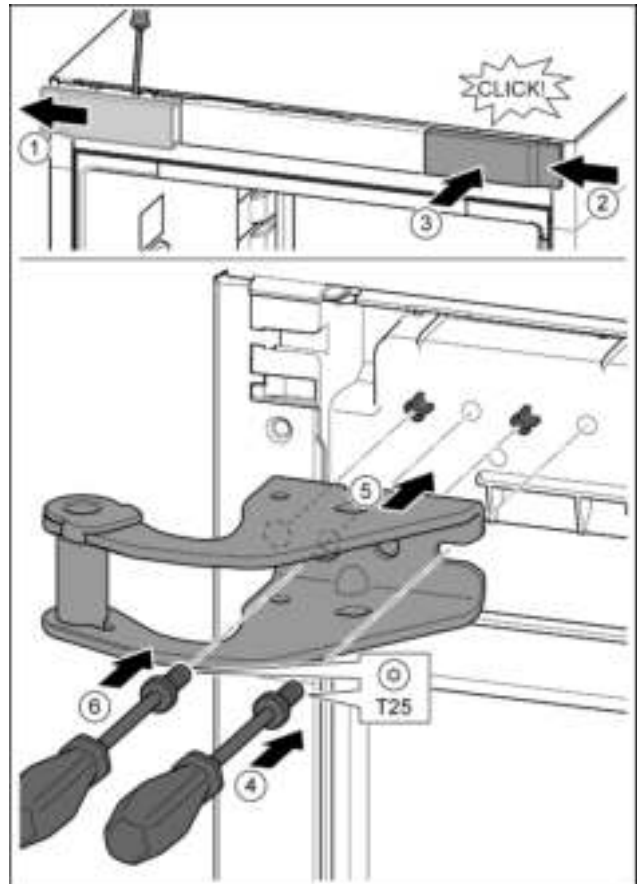

Fig. 13
- ▶ Afdekking met behulp van een schroevendraaier losmaken en zijdelings eraf halen. Fig. 13 (1)
- ▶ Afdekking 180° gedraaid op de andere kant van rechts aanbrengen. Fig. 13 (2)
- ▶ Afdekking vastklikken. Fig. 13 (3)
- ▶ Schroef met schroevendraaier T25 aandraaien. Fig. 13 (4)
- ▶ Bovenste lagerbus plaatsen. Fig. 13 (5)
- ▶ Schroef vastdraaien. Fig. 13 (4)
- ▶ Schroef met schroevendraaier T25 aanbrengen en vastdraaien. Fig. 13 (6)